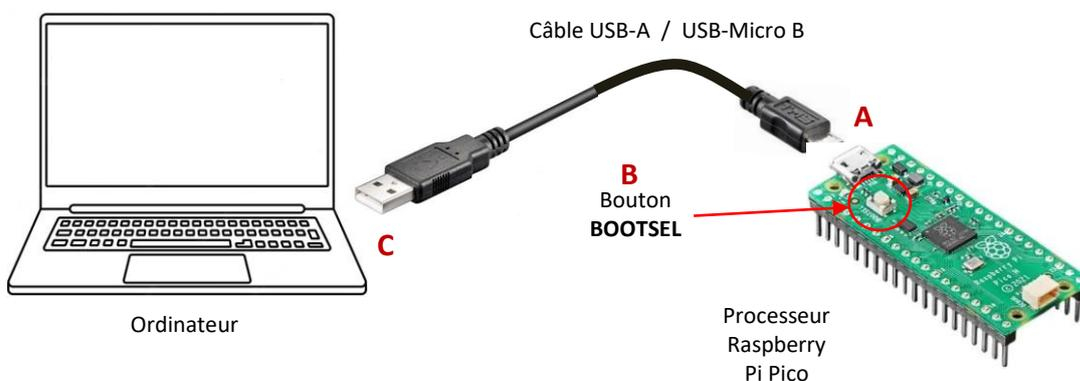

Figure III-1 : raccordement du module Raspberry à l'ordinateur via une liaison USB.
- Raccorder l'extrémité micro USB du cordon sur le module RPI (A)
- Appuyer sur le petit bouton poussoir noté BOOTSEL situé sur le RPI (B) - voir figure III-1 ci-dessous
- Tout en **maintenant ce bouton appuyé**, raccorder la fiche USB à l'ordinateur PC (C)